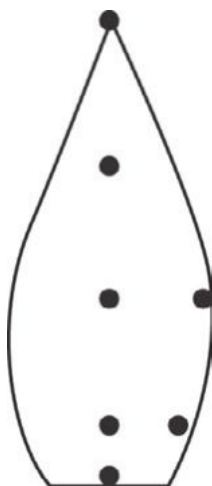

Рис. 1. Точки измерения температуры пламени
2. Зажгите спиртовку. Когда показания стабилизируются, запишите значение температуры на схеме пламени (рис. 1).